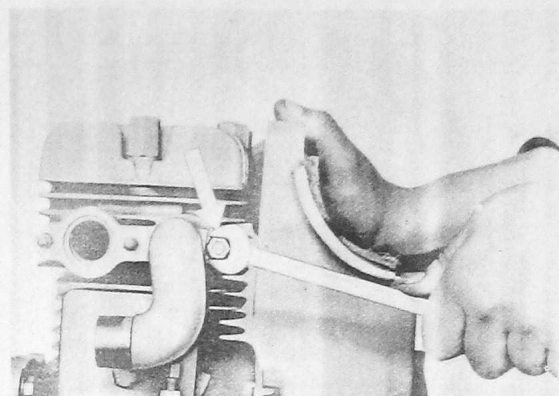

Fig. 9
1. Sechskantmutter M 8 12 SW (Fig. 9) entfernen.
1. Remove and remove hex. nut M 8 - 12 SW (Fig. 9).